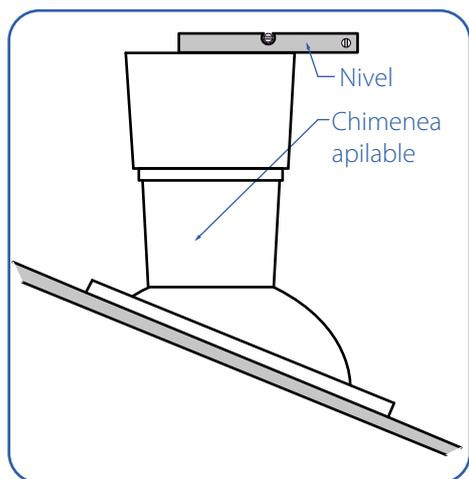

Fig. 22. Nivelar la chimenea
- Se apoyará sobre la parte esférica del tejadillo la parte cónica superior de la chimenea y la pondremos lo más vertical posible (ayudarse para esta operación de un nivel). (Fig. 22)